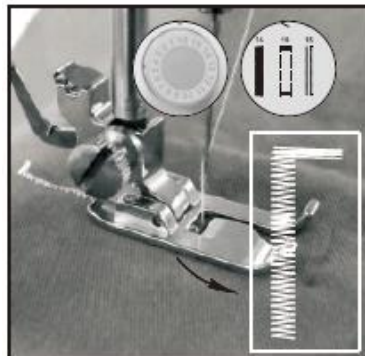

Fig.16
- 3) Kies de 7e steek, schakel het apparaat in, naai de gepaste lengte op het doek en schakel het apparaat dan uit. Naai zo goed mogelijk in een rechte lijn (Fig. 16).